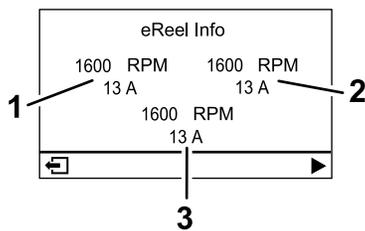

Figure 19
- **Écran d'information moteur UC (Figure 19) :** indique le régime et le courant du moteur de chaque unité de coupe.